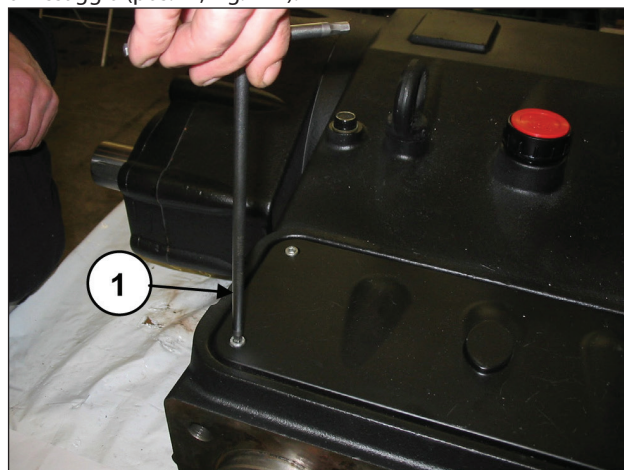

Fig. 122
Rimuovere il coperchio di ispezione superiore svitando le 4 viti di fissaggio (pos. ①, Fig. 122).